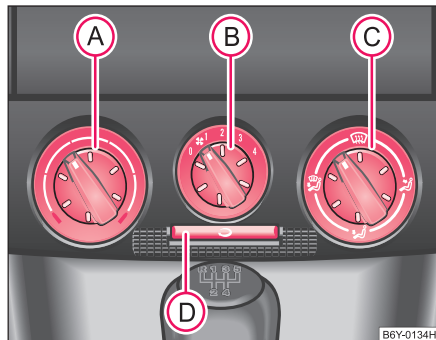
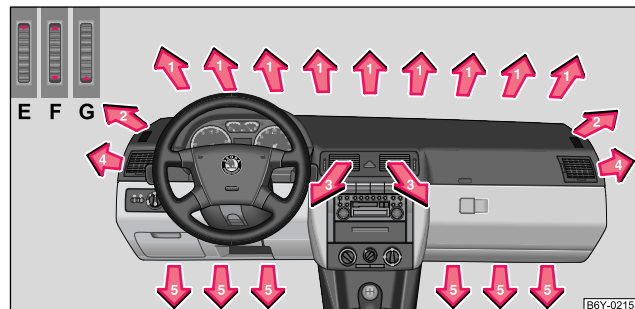

Fig. 78 Calefacción: elementos de mando
Fig. 79 Difusores de salida de aire
- Gire el regulador giratorio **(A)** ⇒ fig. 78 hacia la derecha para aumentar la temperatura.
- Regulador giratorio **(A)** ⇒ página 91, fig. 78 hacia la derecha hasta el tope
- Abrir los difusores **4** ⇒ página 93, fig. 79 y dirigirlos hacia el cristal lateral.
- Regulador giratorio (A) ⇒ página 91, fig. 78 hacia la izquierda hasta el tope
- Regulador giratorio (B) a la posición deseada
- Regulador giratorio (C) a la posición
- Abrir los difusores 3 y 4 ⇒ fig. 79
- Pulse la tecla , el símbolo en la tecla se encenderá ⇒ página 91, fig. 78.
Si el regulador de distribución de aire (C) se encuentra en la posición ⇒ página 91, fig. 78 ⇒ página 91, fig. 78, el servicio de aire circulante se desconectará automáticamente.
De todos los difusores fluye, según la posición del regulador giratorio (A) ⇒ página 91, fig. 78, aire calentado o sin calentar.
- **Difusor completamente abierto** - ruedecilla moleteada vertical en la posición **F** ⇒ página 93, fig. 79